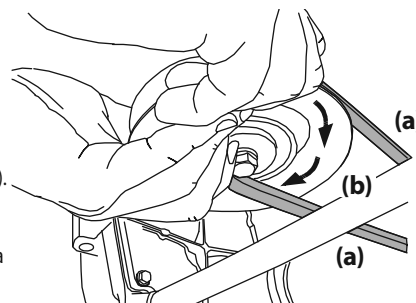

Figura 39
- d. Mientras sostiene la correa de la PTO (a) hacia abajo, siga girando la polea de la PTO (b) hasta que la correa de la PTO (a) se deslice fuera de la polea (b). Consulte la Figura 39.
- Tire del lado derecho de la correa de la PTO hacia atrás y coloque el lado V angosto de la correa de la PTO en la polea de la PTO. Consulte la Figura 39.
- Mientras sostiene la correa y la polea de la PTO juntas, gire la polea de la PTO hacia la izquierda (Vea la Figura 39). Siga sosteniendo y rotando la polea de la PTO y la correa de la PTO hasta que la correa de la PTO se enrolle totalmente en la polea de la PTO.